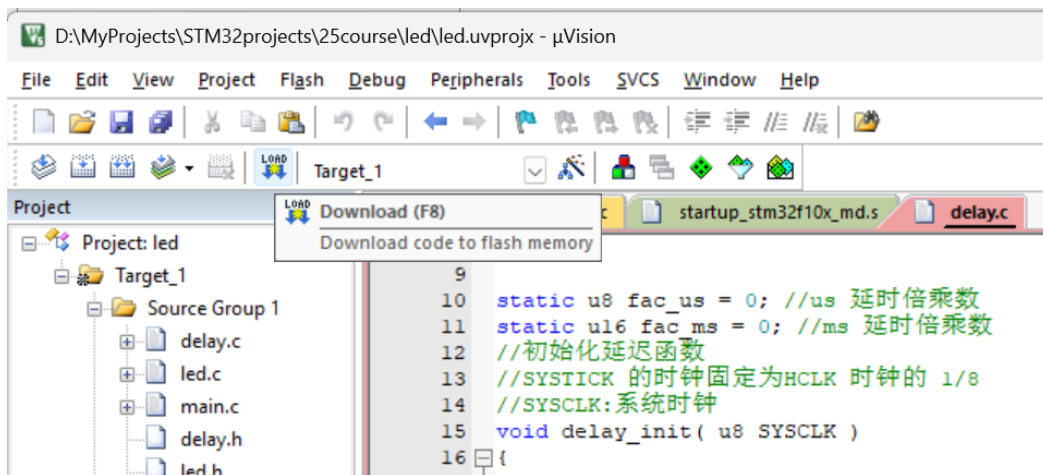

图 1-8 下载程序
- 4) 点击 Download 将程序下载到 STM32 开发板中，即可观察到开发板程序运行（如按照教程勾选”Reset and Run”）如图 1-8 所示。也可以将 STM32 开发板重新上电或者按下复位按钮让刚才下载的程序重新运行。